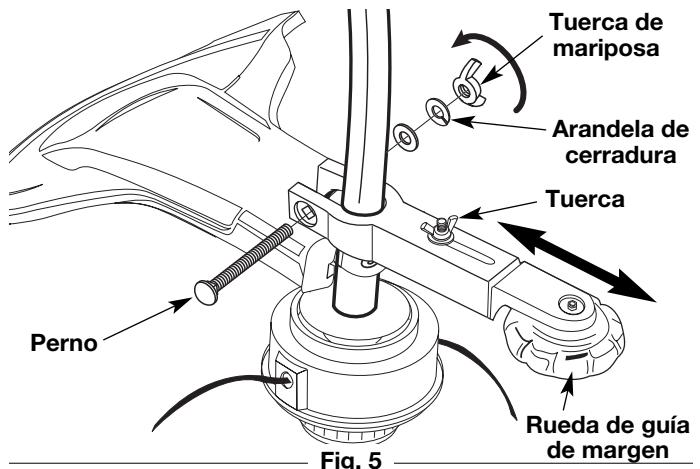

Fig. 5
- Empuja la rueda de guía de margen en el eje exactamente encima del protector del accesorio de corte (Fig. 5). Se requiere algo de fuerza. La tuerca de ajuste de profundidad debe estar encima.
- Ajusta la profundidad de margen aflojando la tuerca y moviendo en la posición deseada a lo largo de la flecha indicada para luego apretarlos bien (Fig. 5).